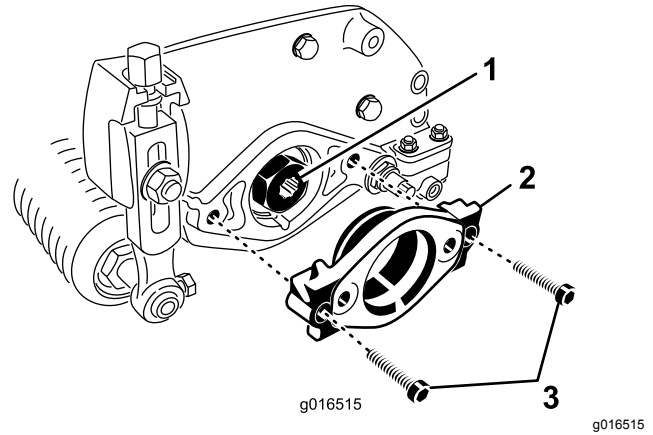

图8
2. 拆下将马达支架固定到滚刀组左端的 2 个内六角螺栓。拆下马达支架 (**图8**)。
3. 向传动轴花键的内径涂抹润滑脂 (**图8**)。
4. 在滚刀组左端的 O 形圈上涂抹一薄层润滑脂用之前拆下的 2 个内六角螺栓安装马达支架 **图8**。上紧螺栓扭矩至 1620N·m。